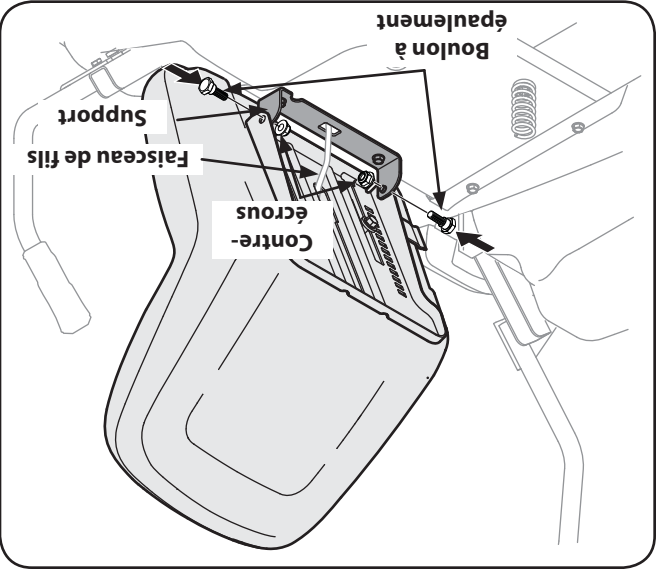

Figure 3-3
3. Positionnez le siège et maintenez-le en place avec les boulons à épaulement et les contre-écrous enlevés précédemment. Faites attention de ne pas pincer ni endommager le faisceau de fils lors de l'installation du siège. Voir la Figure 3-3.